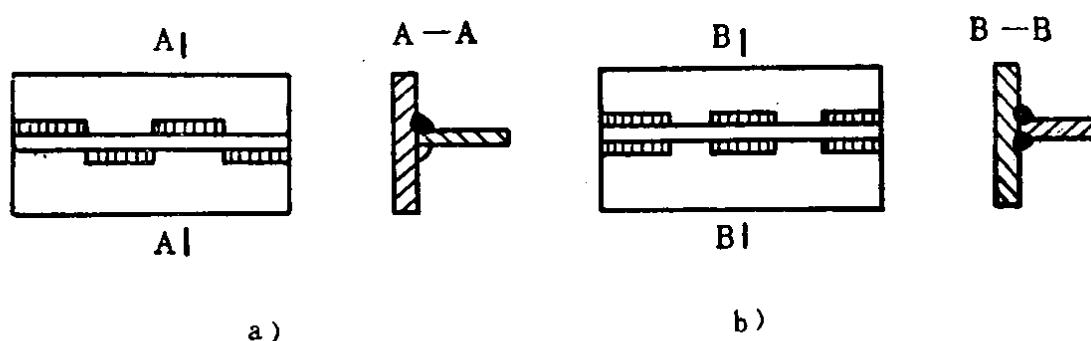

图 1-3 断续焊缝
(3) 按焊缝断续情况分，可分为连续焊缝和断续焊缝两种。断续焊缝又分交错式和并列式两种，如图1-3所示。